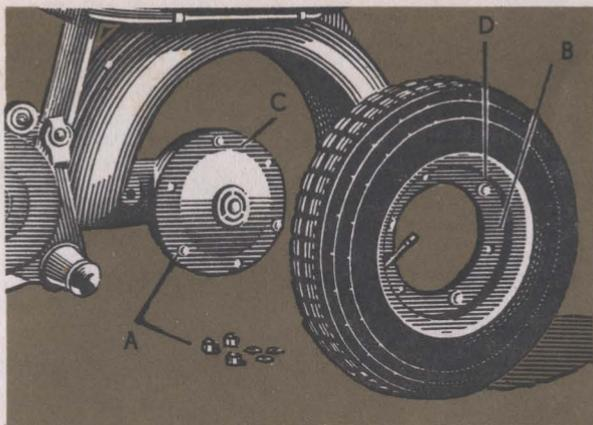

Fig. 10
Para desmontar la rueda trasera (Fig. 10) afloje las tres tuercas ciegas (A) que fijan la llanta (B) a la maza (C).
Para sacar las cubiertas de las llantas, después de desmontar las ruedas, afloje las tres tuercas restantes (Fig. 10). **DESINFLAR PREVIAMENTE LAS CAMARAS.**